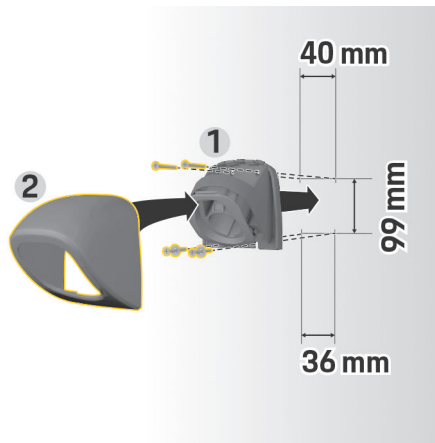

Fig. 52 Cotes de perçage
1. Retirez le support de connecteur 1 (Fig. 52) du cache 2 (Fig. 52).
4. Vissez le support du connecteur 1 (Fig. 52) au mur.
5. Mettez en place le cache 2 (Fig. 52) sur le support du connecteur 1 (Fig. 52) par le bas et enfoncez-le vers le haut.